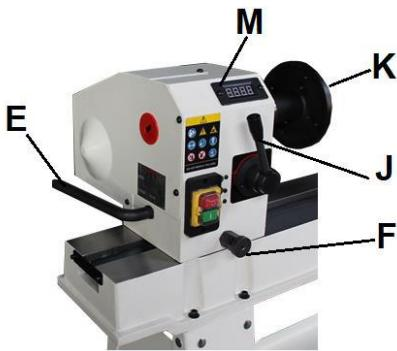

Рис. 16
С помощью ручки переключения частоты вращения шпинделя (J, Рис. 16) можно выбрать одну из десяти доступных скоростей. Потяните ручку и поверните ее влево (чтобы выбрать более низкую частоту вращения) или вправо (чтобы выбрать более высокую частоту вращения).
Частота вращения шпинделя отображается в оборотах в минуту (об/мин). M, Рис. 16.
Ослабьте ручку фиксации передней бабки (E) и потяните стопорный штифт (F, Рис. 16), чтобы повернуть переднюю бабку.
Планшайба (K, Рис. 16)